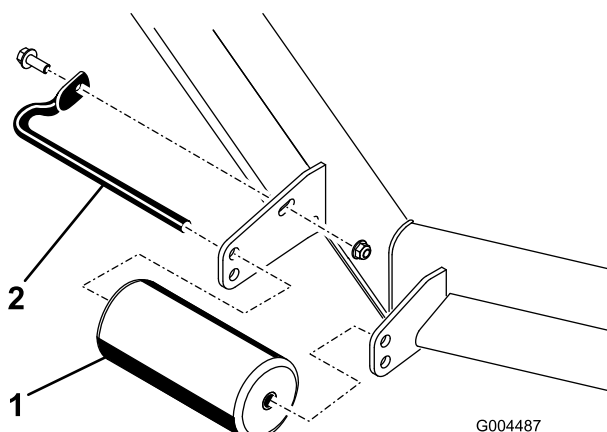

Figura 10
4. Retire os dispositivos de fixação que fixam cada rolo no cortador e desloque os rolos para cima ou para baixo conforme desejado; consulte Figura 10 a Figura 14 conforme se aplique ao seu cortador.